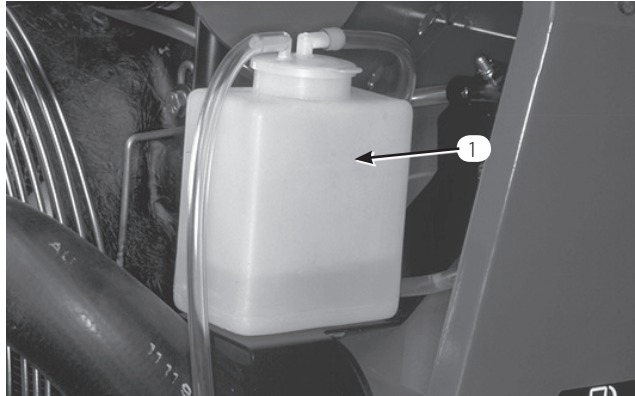

図 5
1. ラジエターのふた（図6）と補助タンクのふた（図5）を注意深く開ける。